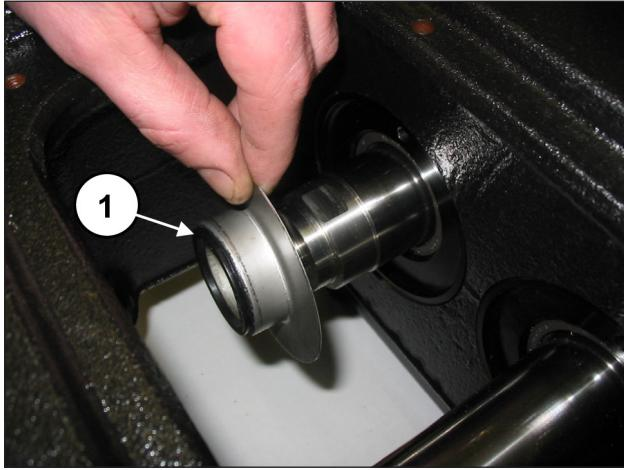

Рис. 97
Поместите брызговик и распорное кольцо брызговика в их посадочное место на штоке направляющей поршня (поз. ①, Рис. 97 и Рис. 98).